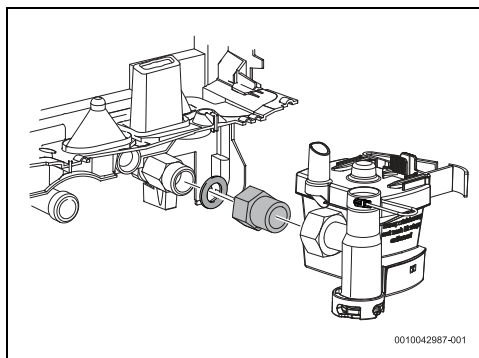

Bild 20 Zusätzliche Buchse
- ▶ Zusätzliche Buchse anbringen, um die ordnungsgemäße Installation des Aquastop-Systems zu ermöglichen (Bild 20).